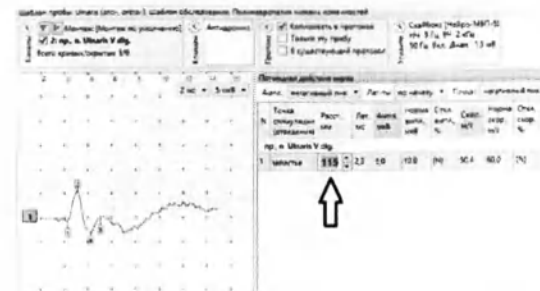

Рис. 57. Коррекция расстояния
13. Проведите коррекцию расстояния (рис. 57).